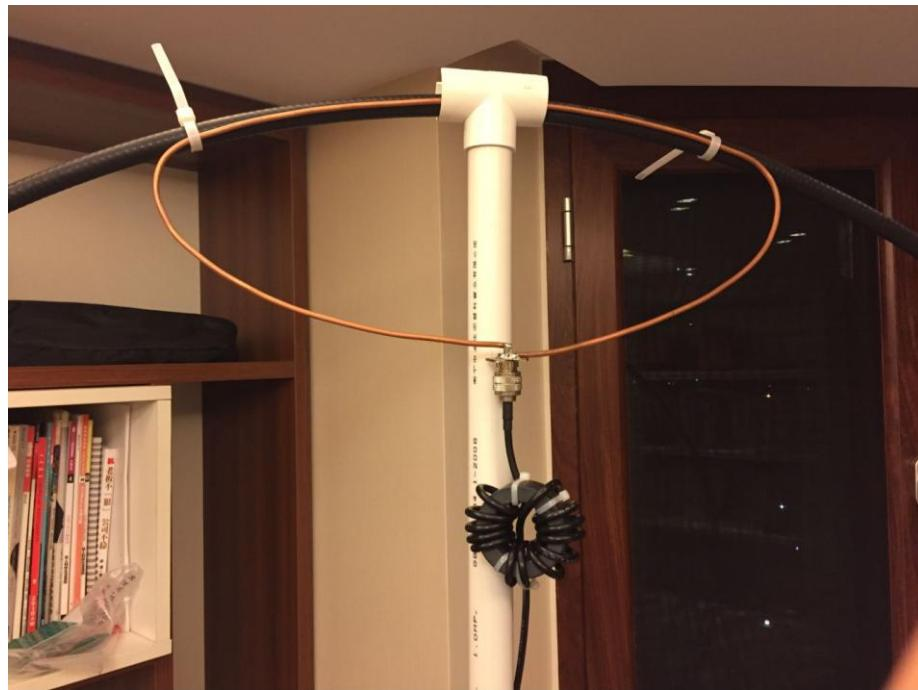

图 8 耦合环与主环的装配图
- 2、把铜管弯成椭圆形，椭圆的上弦弯成与主环弧度完全吻合、然后紧贴主环并固定，与主环相贴的长度不少于 30 厘米，椭圆铜管环（馈电环）两头分别焊在 M 座的两极，做好并安装好的馈电环见图 8。